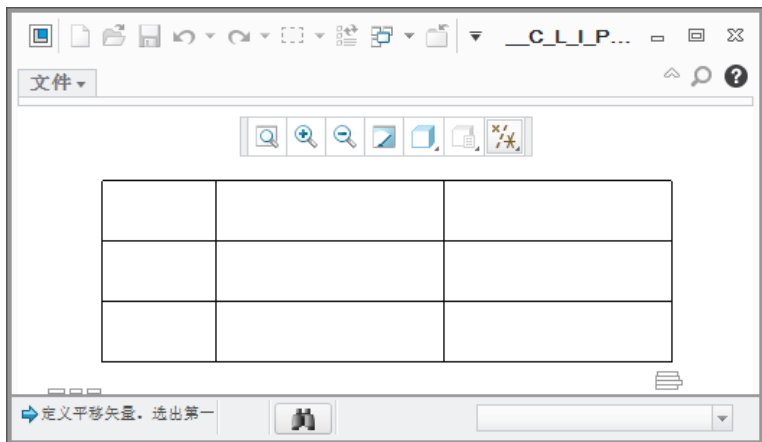
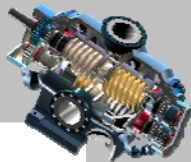

图 6.3.26 “剪贴板”窗口
图 6.3.27 “选择点”对话框
Step3. 右击选取的表格，在弹出的快捷菜单中选择 复制 命令，然后先在空白位置单击，再右击，在弹出的快捷菜单中选择 命令，系统弹出图 6.3.26 所示的“剪贴板”窗口和“选择点”对话框（图 6.3.27）。先在“剪贴板”窗口的空白区域中单击，再在工程图的绘图区选取一点，则表格被复制粘贴到工程图中。